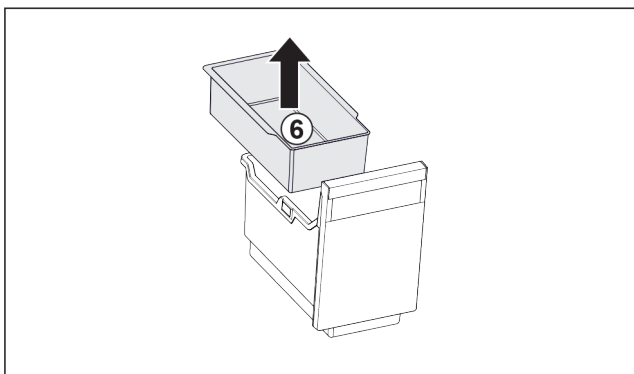

Fig. 34
- ▶ Inhangschaal Fig. 34 (6) verwijderen.